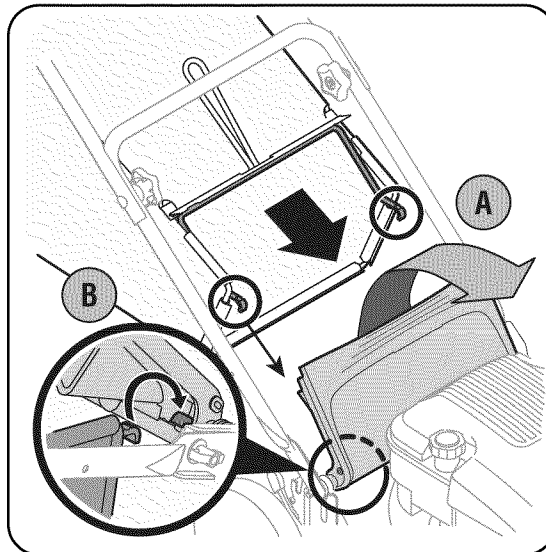

Figura 3-6
- b. Coloque la colectora de recortes en la varilla. Descanse la puerta de descarga sobre la tolva para recorte de césped. Vea la Figura 3-6.
Para sacar la tolva para recortes o convertirla en una abonadora, levante la puerta posterior para descarga de la podadora, como se muestra en la Figura 3-6. Levante la tolva hacia afuera de la barra de pivote. Suelte la puerta de descarga y permita que la misma cierre la abertura trasera de la podadora.